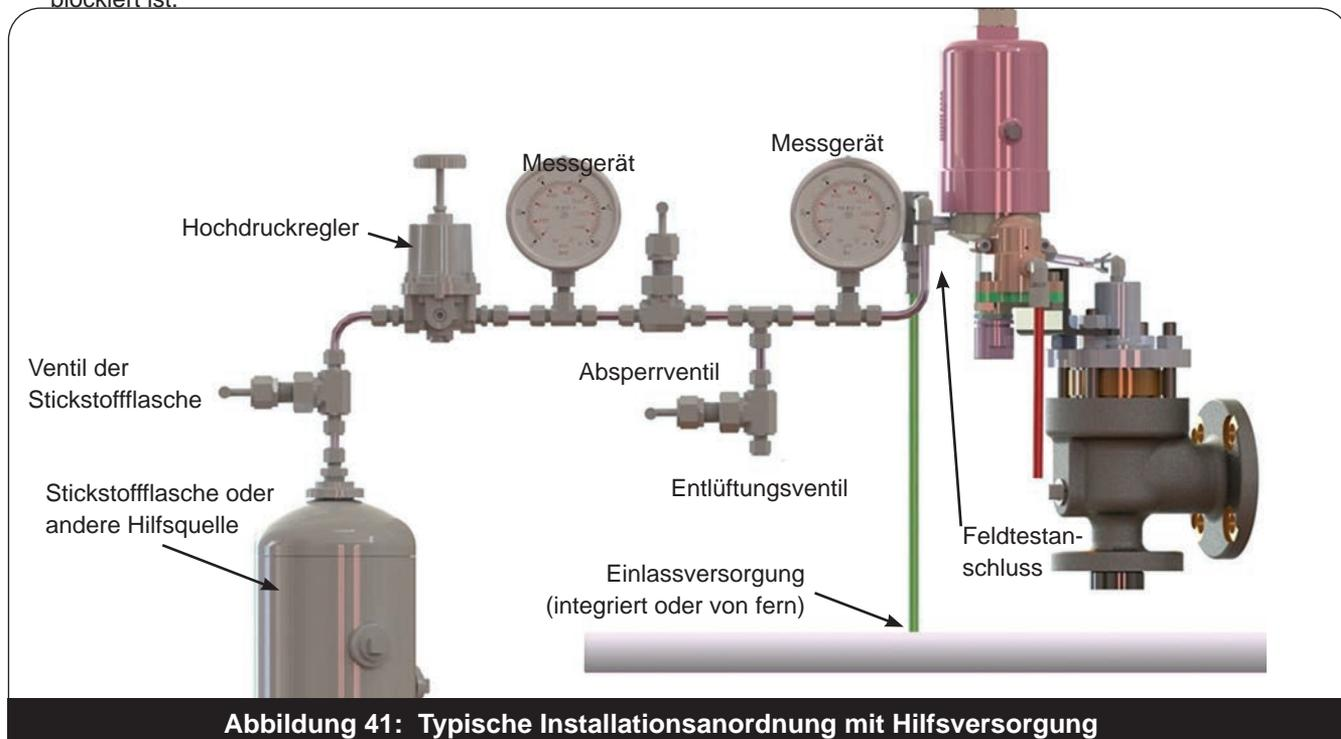

Abbildung 41: Typische Installationsanordnung mit Hilfsversorgung
**Abbildung 41** stellt das empfohlene Schema für die Zufuhr von Hilfsdruck zum POSRV dar. Der „Anschluss an den Ventilprüfstopfen“ passt zum 1/4"-FNPT des Feldtestanschlusses.
2. Schließen Sie die **Feldtestanordnung** an den **Feldtestanschluss** an (Abbildung 41).